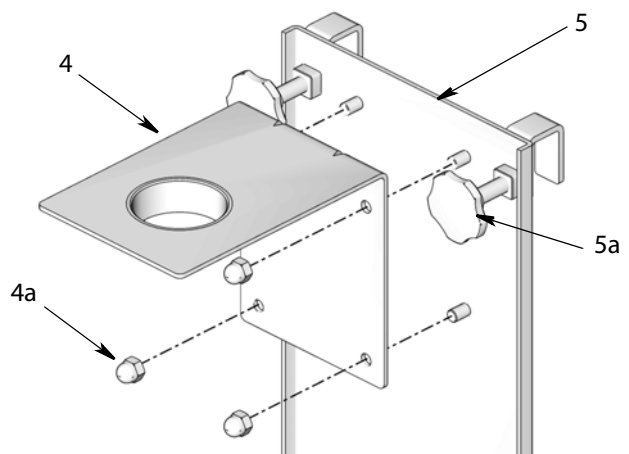

Рис. 12
1. Соберите два элемента скобы насоса 4 и 5, как показано на Рис. 12, с помощью 4 гаек (4а) (входят в комплект).